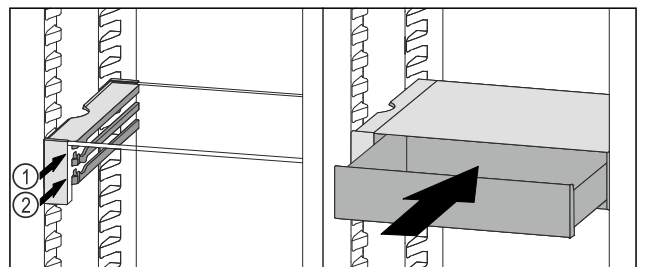

Fig. 97
- VarioSafe-Schubfach hinter den Stoppern auf gewünschter Rippe Fig. 97 (1) oder Fig. 97 (2) aufsetzen.